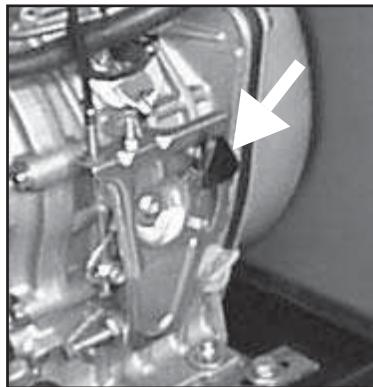

Fig. 7
- 2) Versie Motor Yanmar: Zet de versneller op de motor (zie fig. 7), omhoog; wacht tot de motor volledig is gestopt; zet de sleutel weer in de stand "OFF".